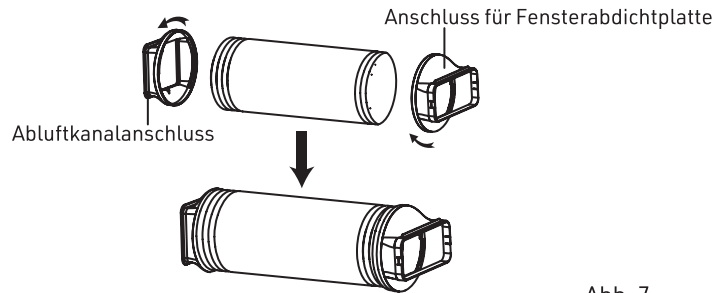

Abb. 7
- 9.) Wie in Abb. 7 gezeigt, schrauben Sie den Abluftkanalanschluss an ein Ende des Abluftkanals (im Uhrzeigersinn) und dann den Fensterplattenanschluss an das andere Ende des Abluftkanals (im Uhrzeigersinn). Dann ist der Einbau des flexiblen Abluftrohrs abgeschlossen.